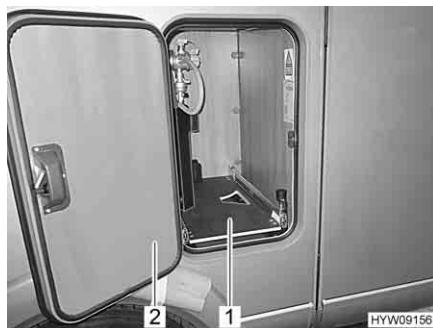

Fig. 60 Base estraibile del vano porta-bombole
- Aprire lo sportello (Fig. 60,2) del vano portabombole.
- Estrarre la base estraibile del vano portabombole (Fig. 60,1), fino a innestare nuovamente il pomello. La base estraibile del vano portabombole è ora bloccata in questa posizione.